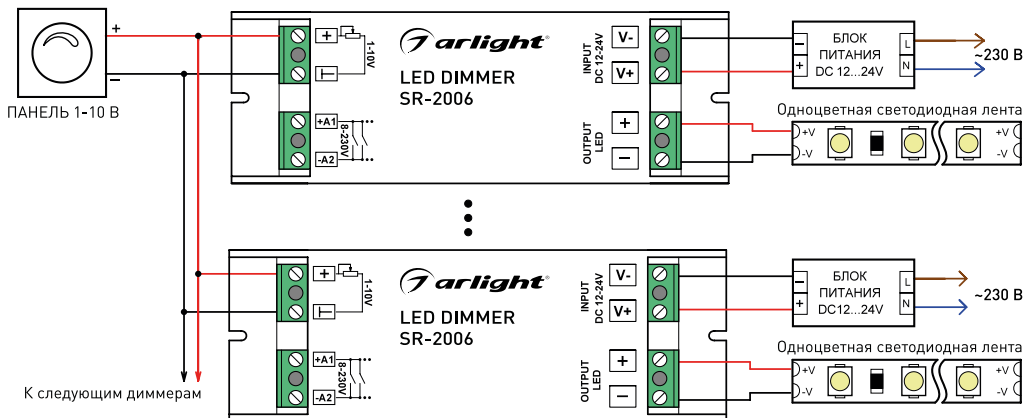

Рис. 1. Схема подключения при управлении 1-10 В.
- 3.5. Подключите панель 1-10 В от контроллера к соответствующему входу диммера, соблюдая полярность, в соответствии со схемой (рис. 1).